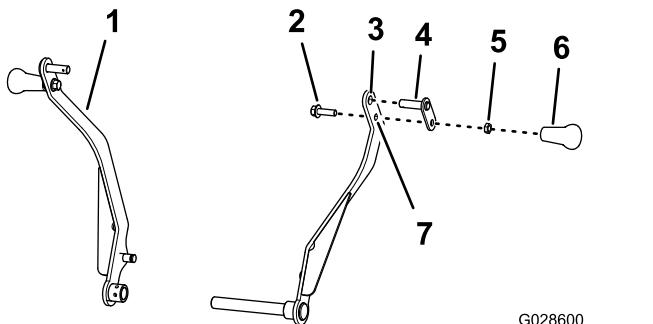

Bild 5
1. Stecken Sie den Lagerbolzen durch das obere Loch im Wiegearm (Bild 5).
3. Stecken Sie die Schraube ($\frac{3}{8}$ " x $1\frac{1}{4}$ ") durch das untere Loch im Wiegearm und den Halter des Lagerbolzens (Bild 5) mit der Klemmmutter ($\frac{3}{8}$ "") und ziehen Sie die Klemmmutter auf 15-17 Nm an.
- Schrauben Sie den Griff auf die Schraube ($\frac{3}{8}$ " x $1\frac{1}{4}$ ") und ziehen Sie ihn gegen die Klemmmutter mit der Hand an (Bild 5).
- Wiederholen Sie die Schritte 1 bis 4 am anderen Wiegearm (Bild 5).